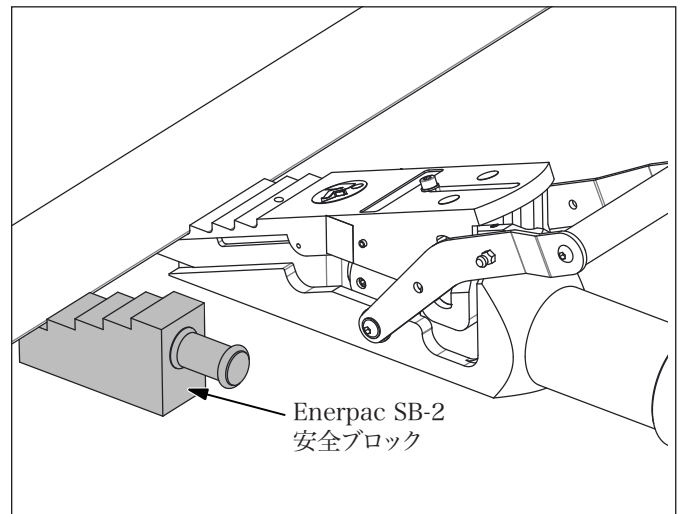

図4: Enerpac SB-2安全ブロック
6. 対象物が目的の高さ、または使用する段の最大高さまで持ち上げられたら、Enerpac SB-2安全ブロック(リフティングウェッジに別途同梱)を挿入します。図4を参照してください。
7. 対象物が目的の高さ、または使用する段の最大高さまで持ち上げられたら、Enerpac SB-2安全ブロック(リフティングウェッジに別途同梱)を挿入します。図4を参照してください。